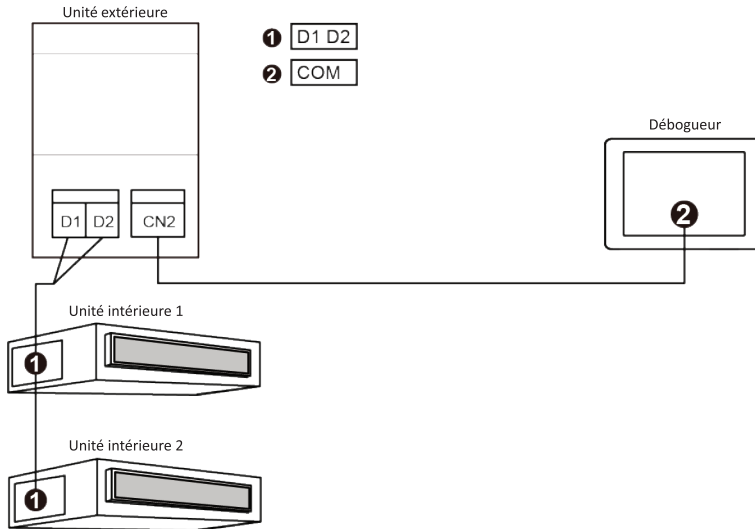

Fig. 2.5 Connecté au réseau de l'UE
- ❸ Si ce produit doit être connecté au réseau UE, connectez-le conformément à la Fig. 2.5.
Pendant la connexion, une extrémité du fil de connexion long à 4 conducteurs est connectée à l'interface COM de ce produit ; l'autre extrémité est connectée à l'interface CN2 de la carte mère UE (Fig. 2.5).